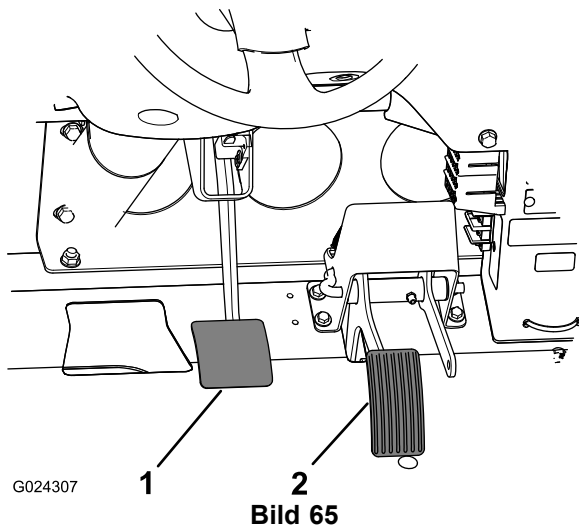

Bild 65
2. Heben Sie das Bremspedal an (**Bild 65**), bis es den Rahmen berührt.
3. Lösen Sie die Sicherungsmuttern, mit denen das Joch an der Hauptzylinderwelle befestigt ist (**Bild 65**).